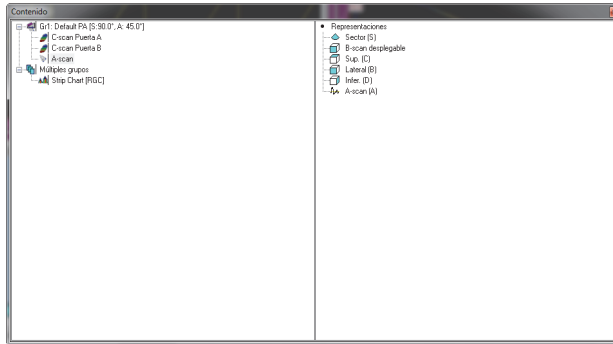

Figura 4-37 Ejemplo del cuadro de diálogo Contenido
2. Haga clic en el botón  en la barra de herramientas Componentes (o pulse las teclas SHIFT+ENTER) para abrir el cuadro de diálogo **Contenido** (ver Figura 4-37 en la página 144).